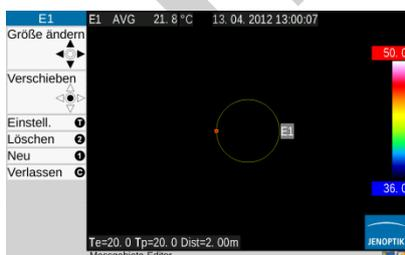
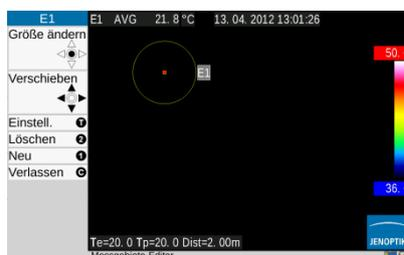

Abb. 127 Ellipse – Form ändern
Abb. 128 Ellipse – verschieben
Das im Untermenü Editor unter "Neu" ausgewählte Messobjekt "Ellipse" wird zunächst als Kreis in der Bildmitte angezeigt. Die Veränderung der Form erfolgt wiederum mit dem Joystick ④ (rote Markierung auf Linie, siehe Abb. 127), die Lageveränderung ist nach Enter möglich (rote Markierung in Kreismitte, siehe Abb. 128). Eine weitere Ellipse kann mit ① angelegt werden.